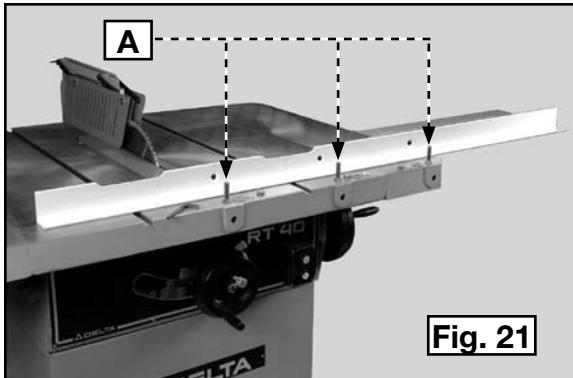
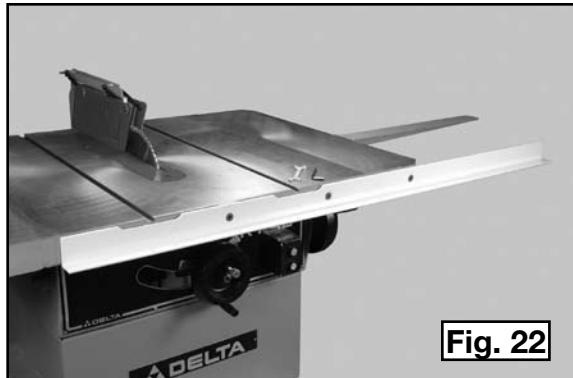

Fig. 21
Fig. 22
- Utilice tres (3) pernos de cabeza plana de 1/2-13 X 2", arandelas planas, arandelas de bloqueo y tuercas hexagonales (A) Fig. 21 para fijar el riel de guía a la parte delantera de la mesa de la sierra (Fig. 22). Fije sin excesiva firmeza con la llave hexagonal suministrada para un ajuste posterior.